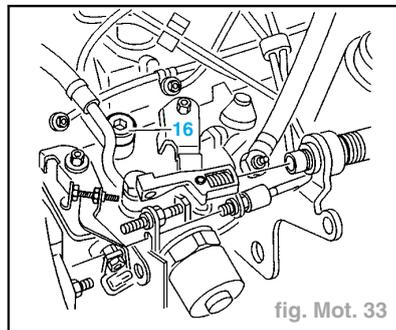

fig. Mot. 33
- Déposer le bouchon (16) de l'orifice de calage (fig. Mot. 33).